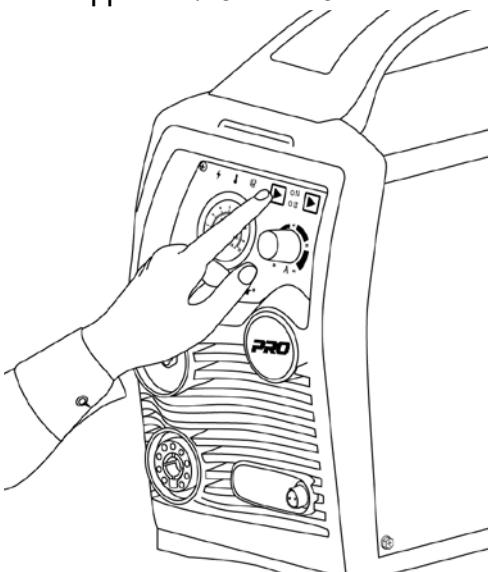

Рис. 8.9. Выбор режима работы плазмотрона.
1. В зависимости от длины реза выберите режим работы плазмотрона 2Т или 4Т (См. рис. 8.9).